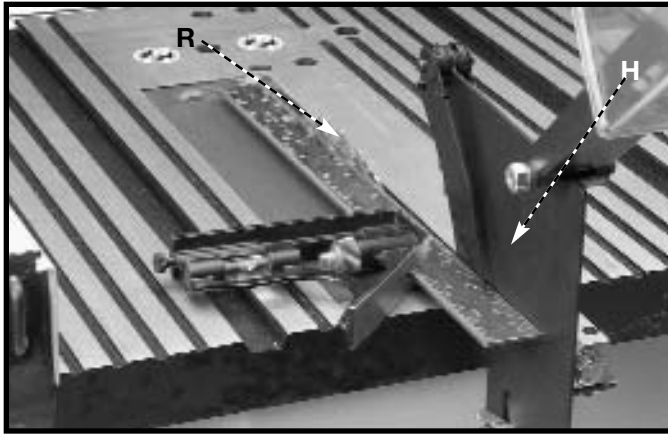

Fig. 16
8. Utiliser une règle droite pour savoir si le couteau séparateur (H) fig. 16 est aligné avec la lame de scie (R). Si un réglage est nécessaire, il est possible de déplacer et de tourner le couteau séparateur (H) vers la droite ou la gauche.